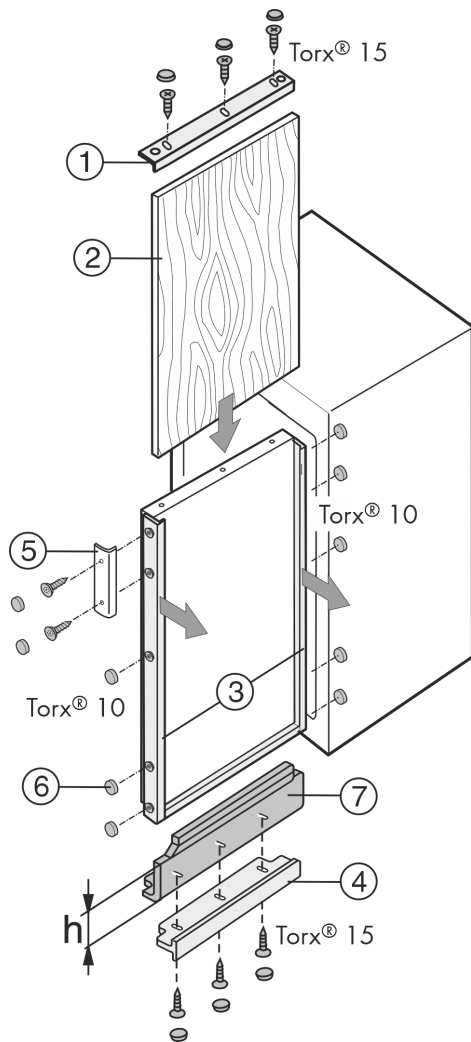

Fig. 42
Ak už je dekoračná doska prítomná, na výšku je však malá, môže sa prispôbiť vyrovnávacími panelmi Fig. 42 (7) rôznej výšky.